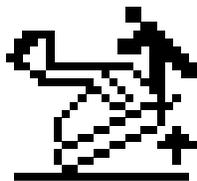

Figure 32
Lorsque vous déployez les bras de chargeuse à la portée maximum pour la hauteur des bras et le poids de la charge, l'InfoCenter affiche l'icône Smart Load (Figure 32), le témoin clignote, une alarme bippe et le déploiement des bras s'interrompt.
4. Avec des outils manuels, tournez la vis dans le sens horaire jusqu'à ce que le frein soit desserré ou que la vis ne puisse plus tourner (Figure 32).